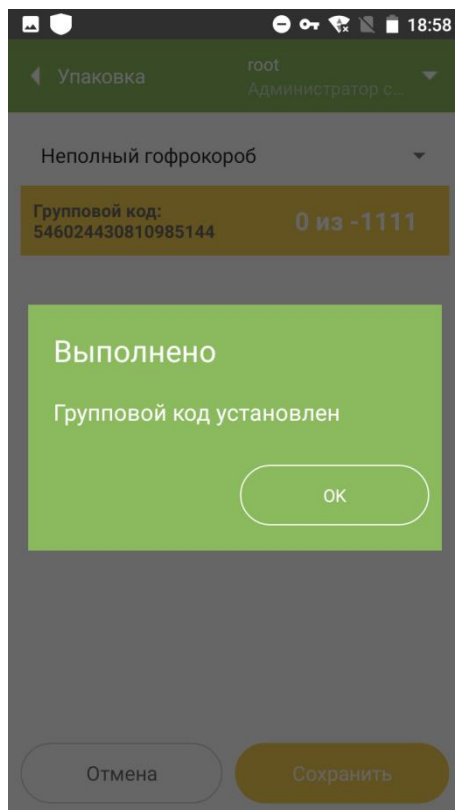

Рисунок 2.12
- 2.2.1. Просканировать групповой код гофрокороба SSCC, куда будут вложены потребительские упаковки с SGTIN. Появится всплывающее окно «Выполнено. Групповой код установлен» (Рисунок 2.12). Подтвердить нажатием «ОК».